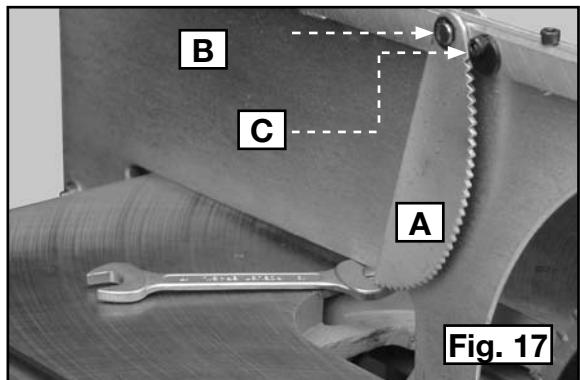

Fig. 17
- Utiliser la clé pour arbre comme cale pour régler la hauteur du linguet antirecul (A) fig. 17. Mettre la clé sous le linguet antirecul, desserrer la vis (B) et régler la came (C) de sorte que le linguet antirecul (A) pointe vers l'arrière et ne touche pas à la table. Régler l'autre linguet antirecul de la même façon.